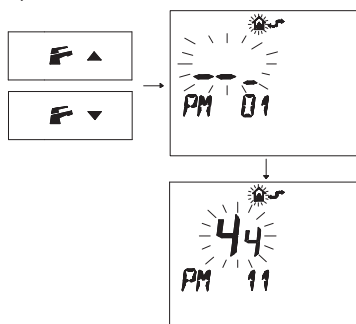

Figura 5.67
- Premere i pulsanti **⏪** o **⏩** per visualizzare la programmazione "**PM11**" della postcircolazione pompa (Figura 5.67).